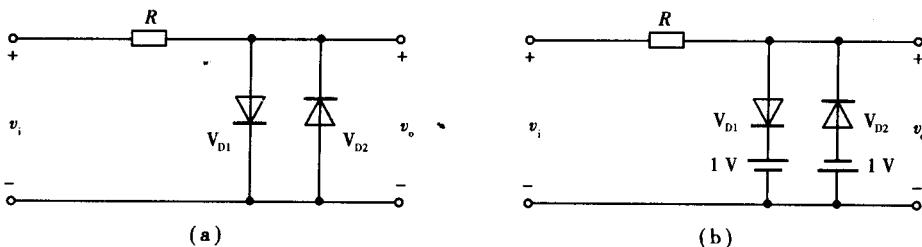

图 1.4
例 1.5 在图 1.4 双向二极管限幅电路中, 已知 \$v_i = 6\sin\omega t\$ (V), 若二极管的正向导通压降为 0.7 V, 请分别写出输出电压 \$v_o\$ 的表达式, 试画出 \$v_o\$ 的波形。
解 对图 1.4(a), 当 $v_i \geq 0.7$ V, V_{D1} 导通, V_{D2} 截止, 输出 $v_o = 0.7$ V。
对图 1.4(b), 用类似的方法得: